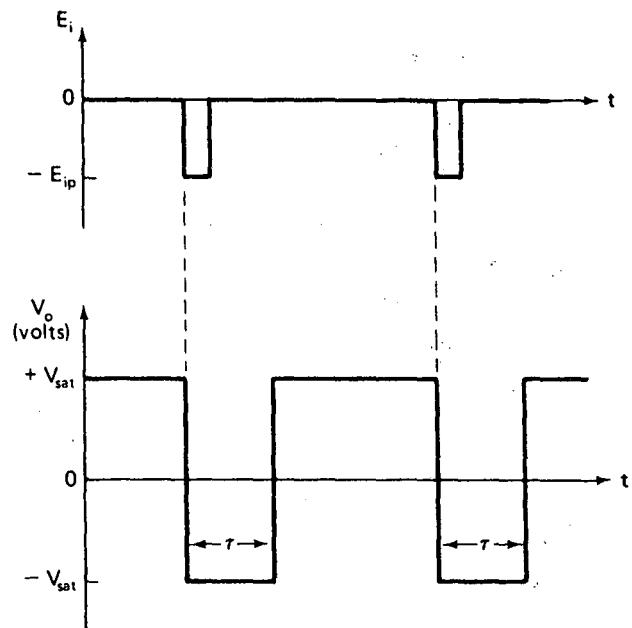

FIGURA 6-3 Señal de entrada E_i y pulso de salida de un multivibrador de disparo único.
nentes externos (resistencias y capacitores) conectados al amplificador operacional. Como se muestra en la figura 6-3, el disparo único genera un pulso de salida único en la transición negativa de E_i . La duración del pulso de entrada puede ser más corta o más larga que la del pulso de salida esperado. La duración del pulso de salida se representa por τ en la figura 6-3. Ya que de τ sólo puede cambiarse mediante el cambio de resistencias o capacitores, el disparo único puede considerarse como un *ensanchador de pulso*. Esto se debe a que el ancho del pulso de salida es más ancho que el de entrada. Por otra parte, el disparo único introduce una idea de un retardo ajustable, esto es, el retardo entre el tiempo cuando E_i pasa a negativo y el tiempo para que V_o pasa otra vez a positivo. La operación del disparo único puede estudiarse en tres partes: (1) el estado estable, (2) la transición al estado temporizado, (3) el estado temporizado.